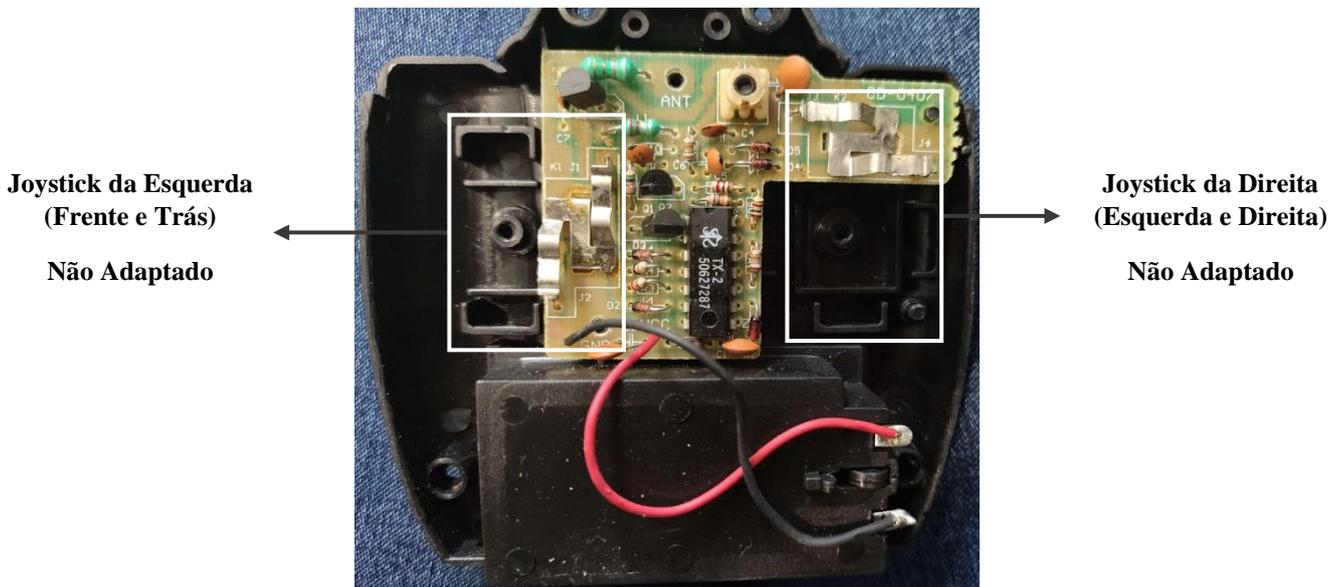

Figura 5 – Joysticks não adaptados
- Na figura 5, observamos os joysticks não adaptados e o seu funcionamento.